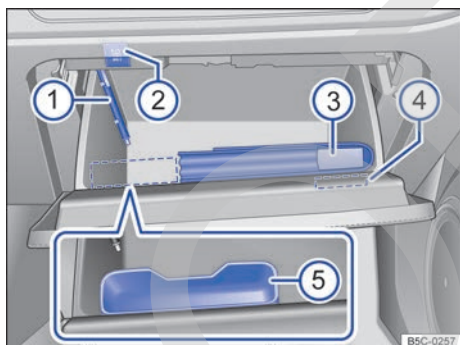

Fig. 120 En el lado del acompañante: guantera abierta.
La guantera se ha previsto para guardar la documentación de a bordo → fig. 120 ③.
En la guantera hay un soporte para un bolígrafo → fig. 120 ①.
En la tapa de la guantera hay un soporte para un bloc de notas → fig. 120 ④.
En función del equipamiento puede que en la guantera se encuentre la tecla del sistema de control de los neumáticos → fig. 120 ② → pág. 211.
En función del equipamiento puede que en la guantera haya un estuche para gafas → fig. 120 ⑤.